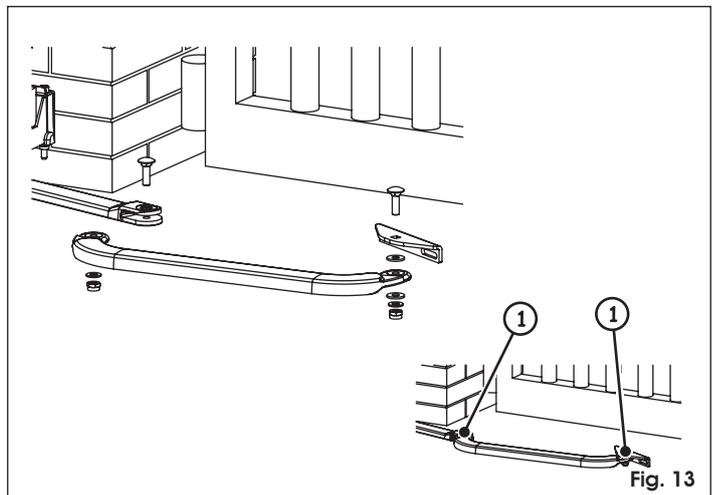

Fig. 13
- Assembler le reste du bras d'après la Fig. 13.